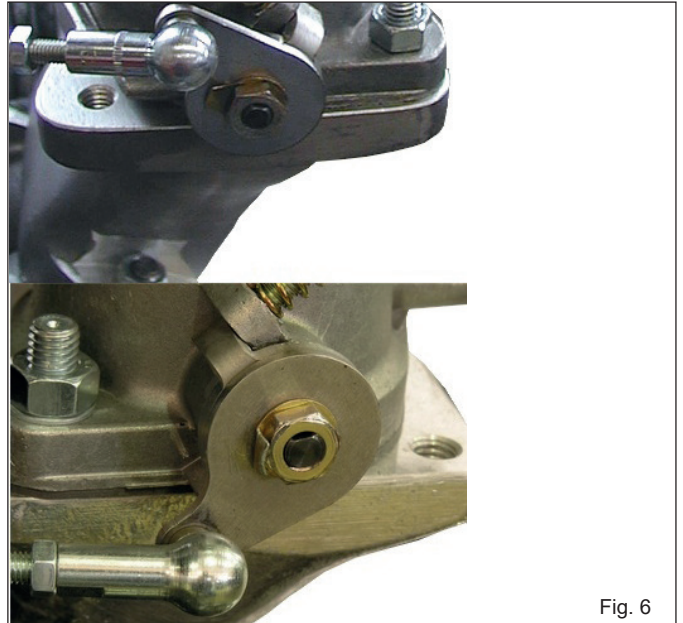

Fig. 6
- The manifolds can be installed in two directions. The throttle levers needs to operate in the pull principle.(Fig.6)
- Bei diesen Ansaugstutzen können die Vergaser um 180° versetzt montiert werden. Es erfolgt die Ansteuerung der Drosselklappenhebel im Druckprinzip, siehe Fig.6.